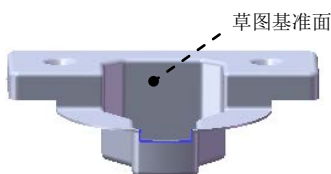

图 16.2.49 切除—拉伸 3
(1) 选择命令。选择下拉菜单 **插入(I)** → **阵列/镜向(E)** → **镜向(M)...** 命令。
(2) 定义镜像基准面。选取右视基准面作为镜像基准面。
(3) 定义镜像对象。选择切除—拉伸 2 作为镜像 2 的对象。
(4) 单击对话框中的  按钮, 完成镜像 1 的创建。
Step9. 创建图 16.2.49 所示的切除—拉伸 3。
(1) 选择命令。选择下拉菜单 **插入(I)** → **切除(C)** → **拉伸(E)...** 命令。
(2) 定义特征的横断面草图。
① 定义草图基准面。选取图 16.2.49 所示的表面作为草图基准面。